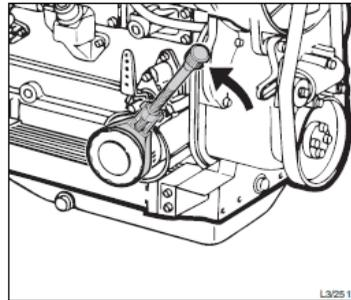

Abb. 47 – Wechsel des Ölfilters
- Das zu wechselnde Filter mit entsprechendem Bandschlüssel lösen und schnell herausnehmen (siehe Abb. 47).